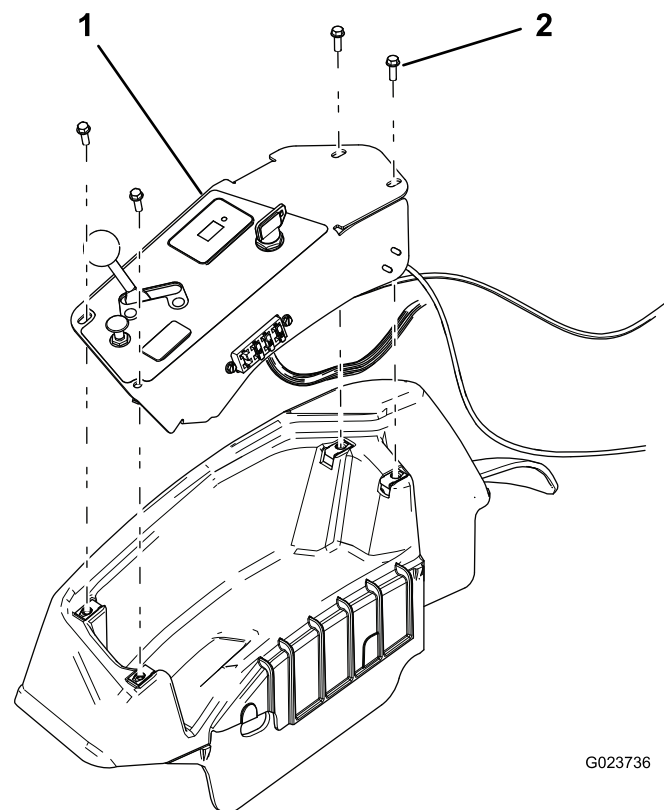

Figura 27
2. Retire el panel de control (Figura 27).